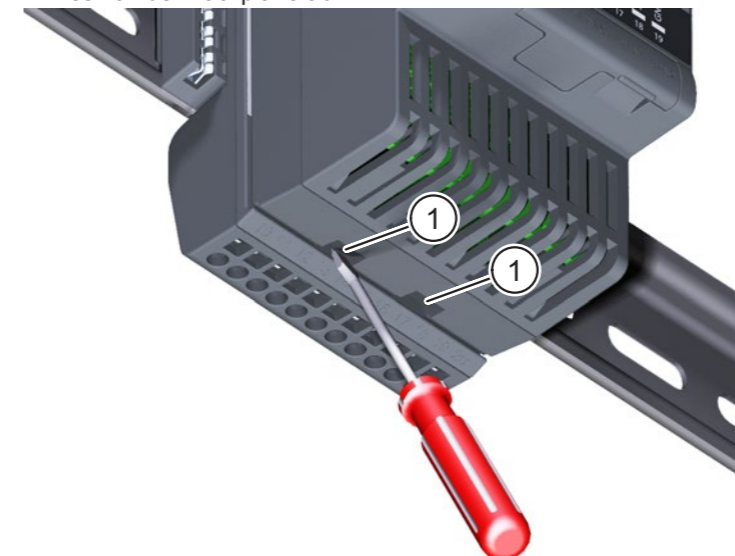

Abb. 7: Elektronikmodul deinstallieren
- ▶ Führen Sie den Schraubendreher nacheinander in die beiden Spalte (Pos. 1 in Abb. 7) an der Unterseite des Elektronikmoduls ein, um das Elektronikmodul aus der Verankerung zu lösen.